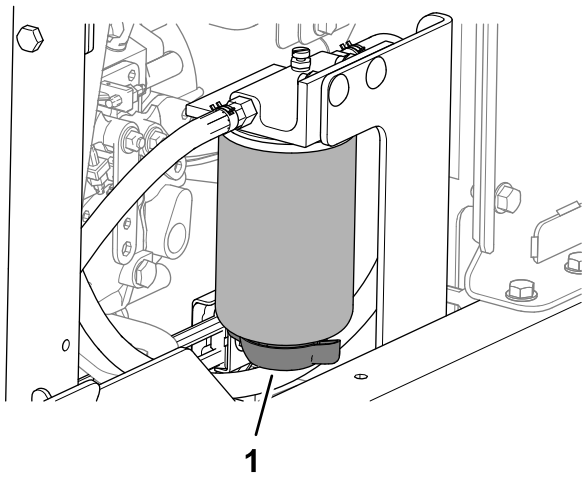

Bild 84
3. Stellen Sie eine Auffangwanne unter das Ablassventil des Kraftstoff-Wasserabscheiders (Bild 84).